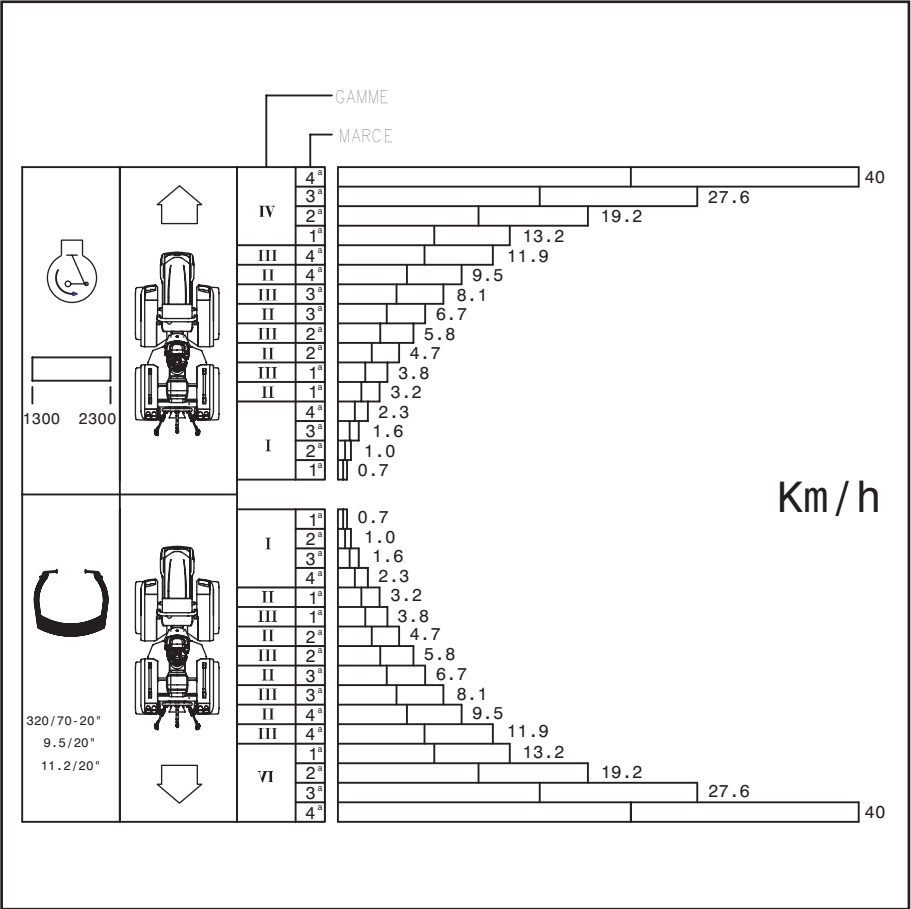
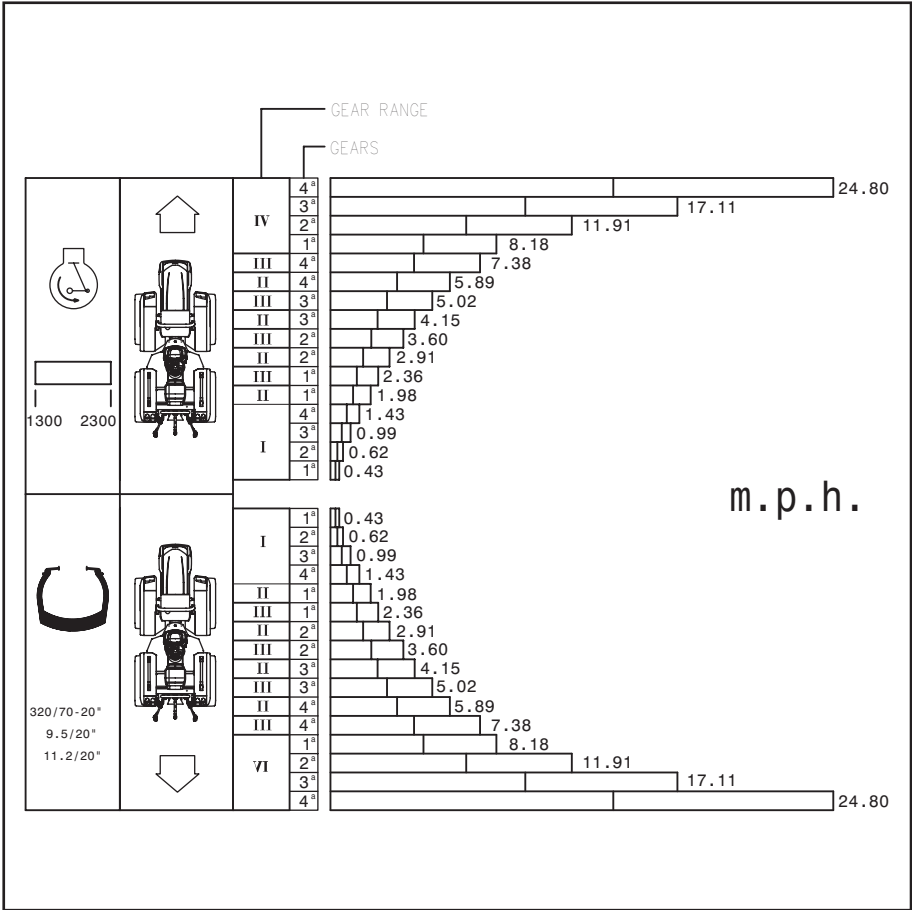

Fig. 5.23
Fig. 5.24
La decalcomania (123) posta appena sotto il volante sul lato destro indica la perfetta progressione dei rapporti senza nessuna sovrapposizione di velocità sia in marcia avanti che in retromarcia, con i pneumatici indicati e ad un regime di giri motore tra 1300 e 2300 giri/minuto (Fig.5.23 e Fig. 5.24).